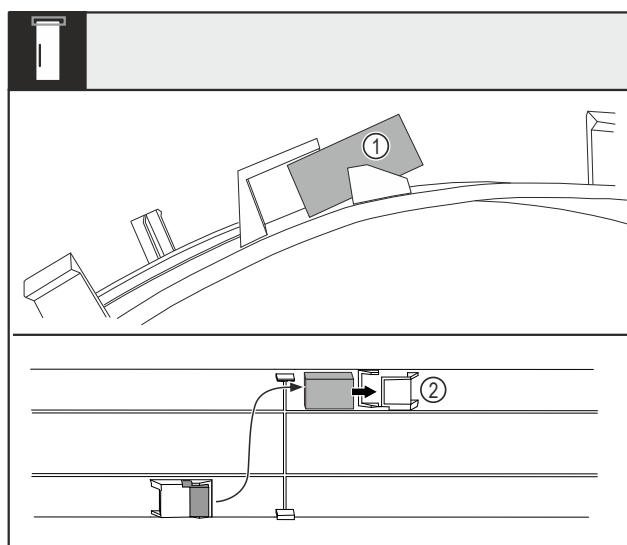

Fig. 15
- Ohněte kryt a vytáhněte dveřní magnet Fig. 15 (1) z uložení.
- Vložte dveřní magnet do druhého uložení Fig. 15 (2).